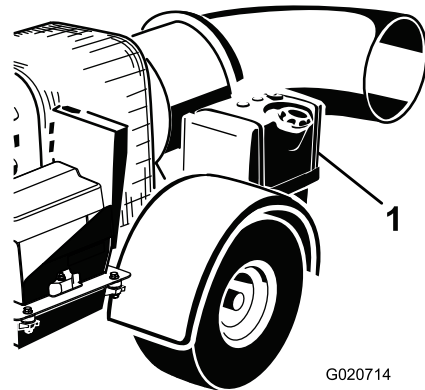

Figura 8
2. Pulite l'area circostante il tappo del serbatoio del carburante, e togliete il tappo (Figura 8).